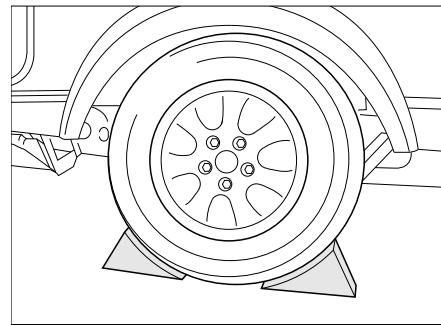

Bild 179 Fahrzeug sichern
- Bremsklötze oder ähnliche geeignete Gegenstände am gegenüberliegenden Rad unterlegen, um das Fahrzeug zu sichern (Bild 179).